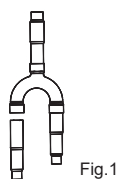
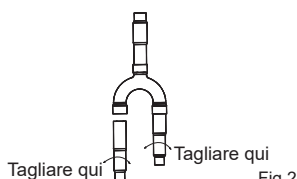

Fig.1
Fig.2
- a. Quando si seleziona modello FQZHN-01D, come mostrato in Fig. 1, supponendo che la tubazione da utilizzare sia di dimensioni $\Phi 15,9$, come mostrato in Fig.2 tagliare la tubazione saldata del componente del giunto di connessione.
- b. Come mostrato in Fig. 2, tagliare la tubazione di collegamento standalone.
- a. When selecting model FQZHN-01D, the actual object as display in Fig.1, and then suppose that the present using pipe is $\Phi 15.9$, then as display in Fig.2, cut the welded pipe of the branch pipe component.
- b. As display in Fig.2, cut the standalone connecting pipe.
a. Wenn das Modell FQZHN-01D ausgewählt wird, entspricht die Situation der Abb. 1, und es wird davon ausgegangen, dass ein Rohr mit Φ 15.9 vorliegt. In diesem Fall, wie auf Abb. 2 dargestellt, das geschweißte Rohr des Abzweigs abschneiden.
b. Wie auf Abb. 2 dargestellt das separate Anschlussrohr abschneiden.